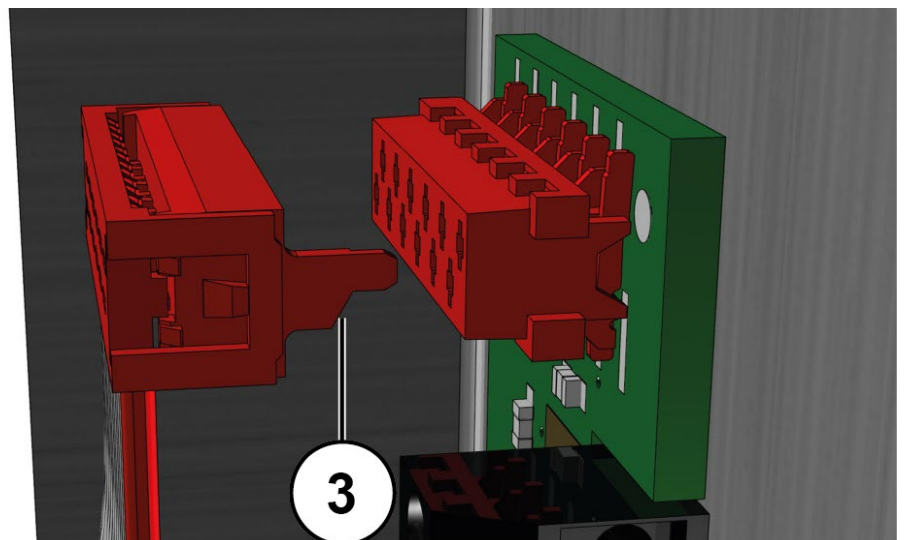

Abb. 8: Micromatch-Stecker
Achten Sie beim zusammenstecken des Micromatch-Steckers auf die richtige Position. Die Position wird durch eine kleine Nase (3) am Stecker vorgegeben, siehe Abb.: 8.